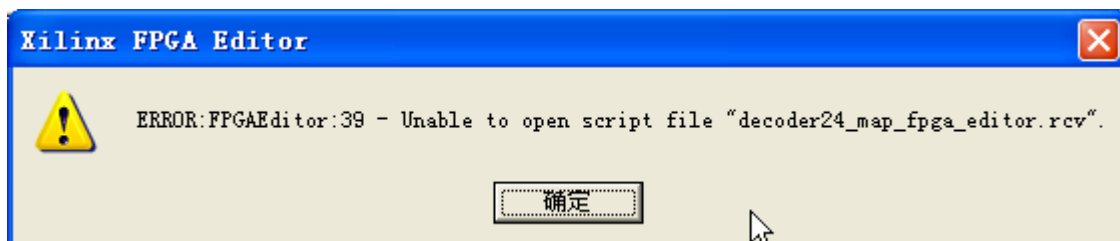
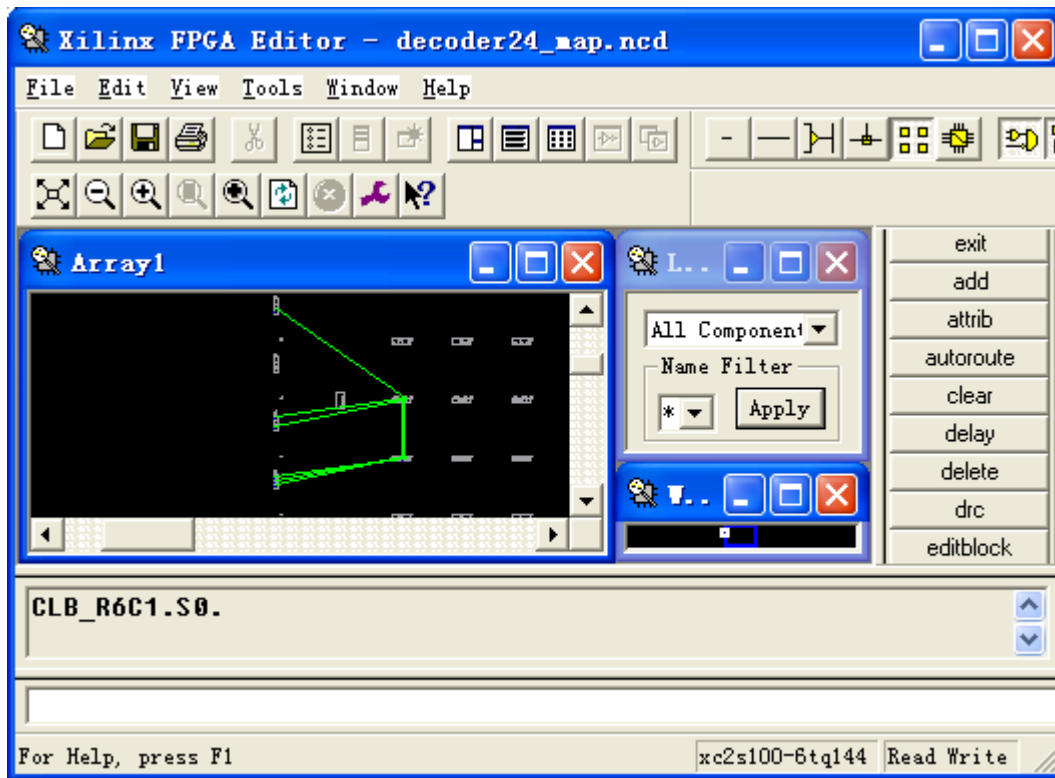

图 10-2-6 错误信息
图 10-2-7 FPGA Editor 打开了布局结果后的界面
5、 有时候这一步又会有错误信息，如图 10-2-6 所示，我们点击确定，好了，这时候总算看到我们上一节布局的结果了，如图 10-2-7 所示，这个界面就是我们进行布线操作的界面；